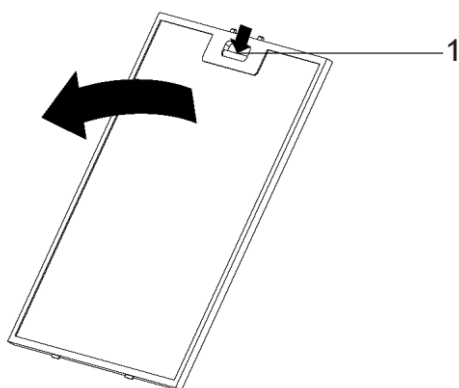

Рис. 7
- Нажать на язычок фильтра (1) и потянуть алюминиевый фильтр в направлении стрелки (Рис. 7).